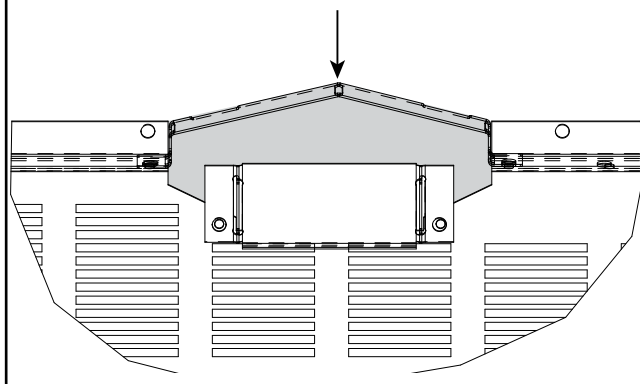

Figure 11.4 Disposition du support des éléments d'apparence
2. Répartissez les éléments d'apparence comme indiqué dans la figure 11.3. Ne PAS enlever le support de l'élément d'apparence. Voir la figure 11.4.